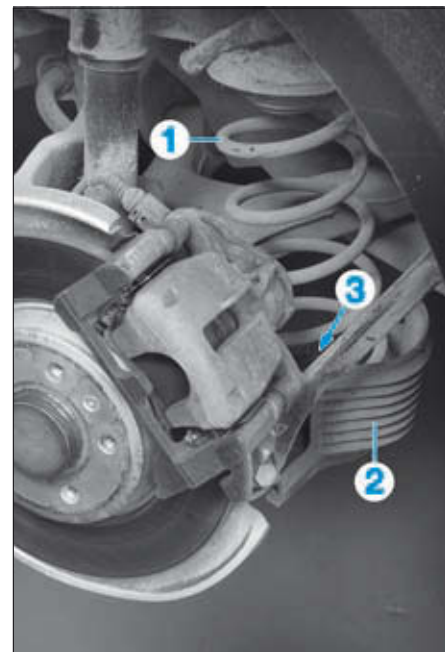

FIG. 30
- Comprimer le ressort (1) jusqu'à ce qu'il soit possible de dégager la protection antigraillon (2) et la coupelle inférieure (3) du ressort (Fig.30).